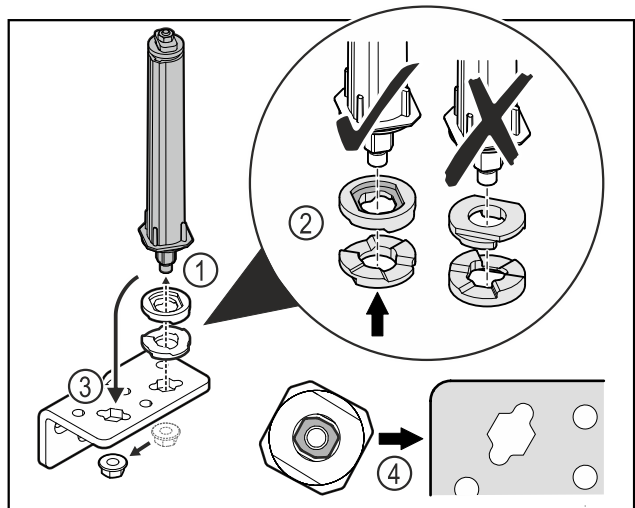

Fig. 32
- ▶ Mutter lösen und Türschließsystem entfernen Fig. 32 (1).
- ▶ Auf die korrekte Ausrichtung der Höhenverstellsscheiben achten Fig. 32 (2).
- ▶ Türschließsystem im Scharnierwinkel umsetzen und mit der Mutter fixieren Fig. 32 (3).
- ▶ Beim Einsetzen auf die korrekte Ausrichtung des Türschließsystems achten Fig. 32 (4).